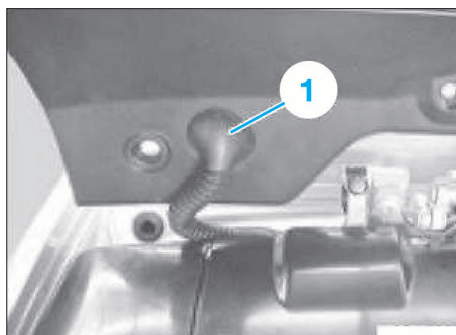

FIG. 114
- Dégager à gauche et à droite le caoutchouc de traversée (1) avec le câble (Fig.114).